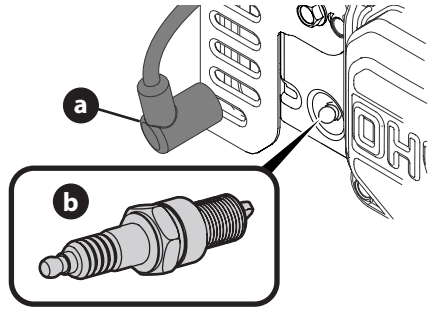

Figure 16
1. Enlevez le couvre-borne (a) de la bougie et retirez la bougie (b) avec une clé à bougie (Figure 16).